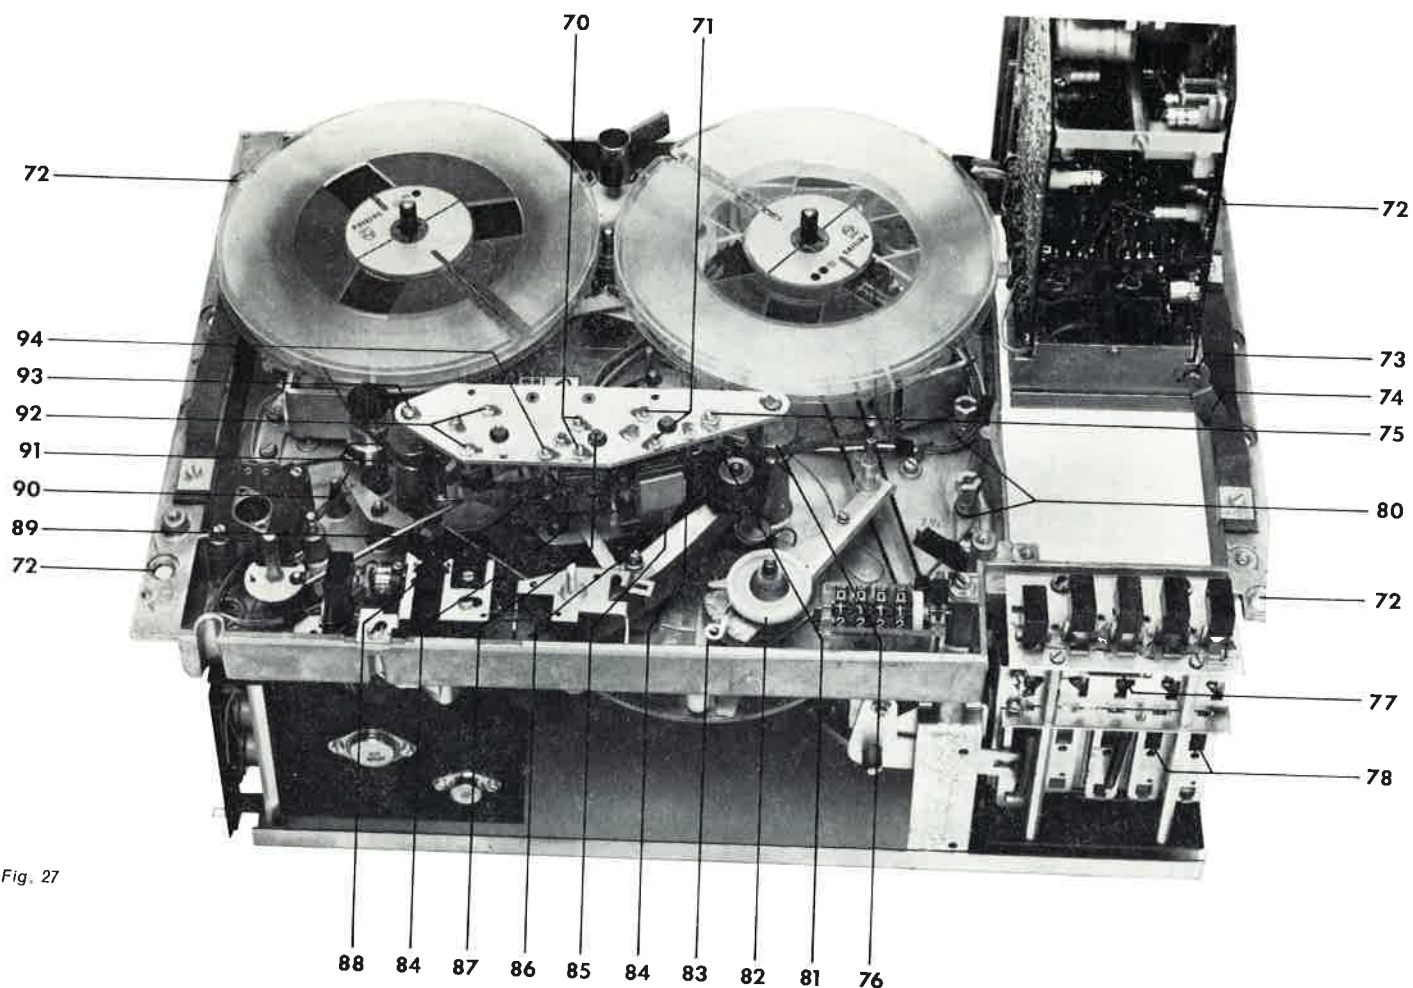

Fig. 27
- Instelling: door buigen van lipje 89 (fig. 27).